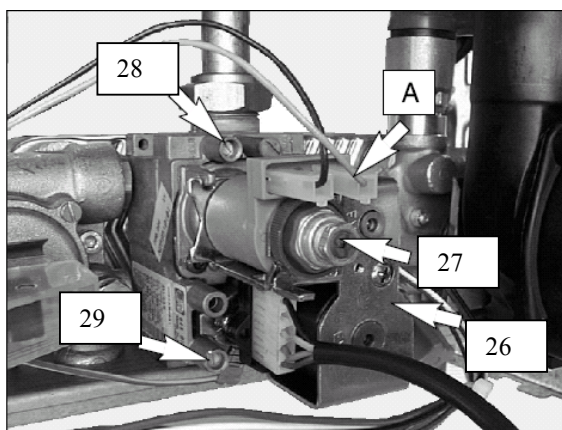

рис. 7.2
После каждого измерения давления газа, **плотно закрывайте** отверстия штуцеров для измерения давления поз.29 и 28 (рис.7.2.). После операции по регулировке газа необходимо опломбировать приборы регулировки газового клапана.
2. С выключенным котлом проверьте давление газа в подводимой газовой магистрали, используя штуцер для измерения давления поз. 29 (рис. 7.2.), и сравните измеренную величину с теми значениями, что указаны в таблице **Давления газа на входе котла** из главы 4.5., 4.6.
4. Откройте штуцер для измерения давления поз.28 (рис. 7.2.) и подсоедините к нему манометр.
Для регулировки максимального давления газа горелки, поверните гайку устройства модуляции поз.27 (рис. 7.2.)
8. Отсоедините кабель питания поз. “А” устройства модуляции поз. 27 (рис.7.2.), при этом будьте внимательны и следите за тем, чтобы снятые клеммы не коснулись металлических частей котла.
Для регулировки минимального давления газа горелки заблокируйте гайку устройства модуляции и поверните винт устройства модуляции поз. 27 (рис.7.2.)
10. Вновь подключите кабель питания поз. “А” устройства модуляции поз.27 (рис. 7.2.)
12. **Плотно закройте отверстие измерительного штуцера поз. 28 (рис.7.2.)**
4. Откройте отверстие измерительного штуцера поз.28 (рис. 7.2.) и подсоедините манометр.
9. **Плотно закройте отверстие измерительного штуцера** поз. 28 (рис.7.2.) и правильно установите корпус.
4. **Плотно закройте отверстие измерительного штуцера** поз. 28 (рис.7.2.) и правильно установите корпус.